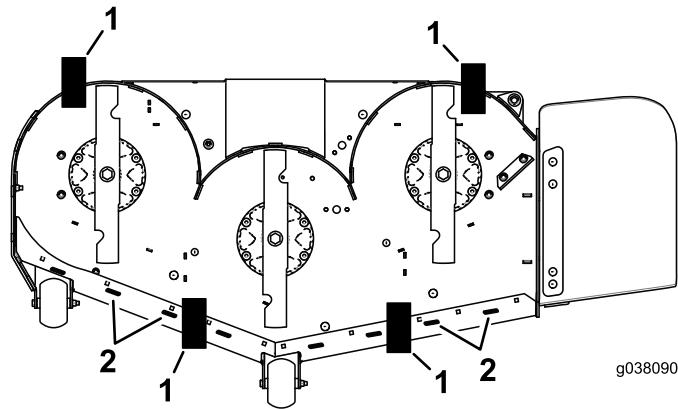

Рисунок 83
- Помістіть 2 блоки (див. таблицю нижче) під задній край кожуха різання; по 1 з кожного боку кожуха різання (Рисунок 83).